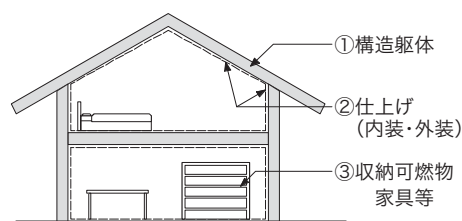

図2 建物の3種類の可燃物
木造の可燃物は図2のように、①構造躯体②内装③収納可燃物（家具等）の3つに分けられる。木造は①を木、鉄骨造・RC造は①を鉄・コンクリートでつくったものである。一方、②、③は①の構造躯体の種別によらず、設計者や居住者の好みで木、壁紙などの可燃